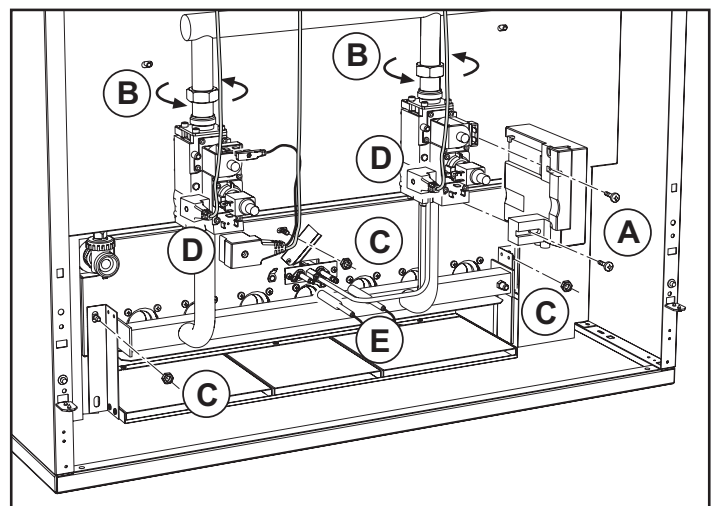

рис. 10 -
- Открутите два винта (А рис. 10 и 11), которые удерживают электронный блок контроля пламени на газовом клапане, и снимите его с клапана.
- Открутите винты крепления разъемов (D) к газовым клапанам и отсоедините последние от клапанов.